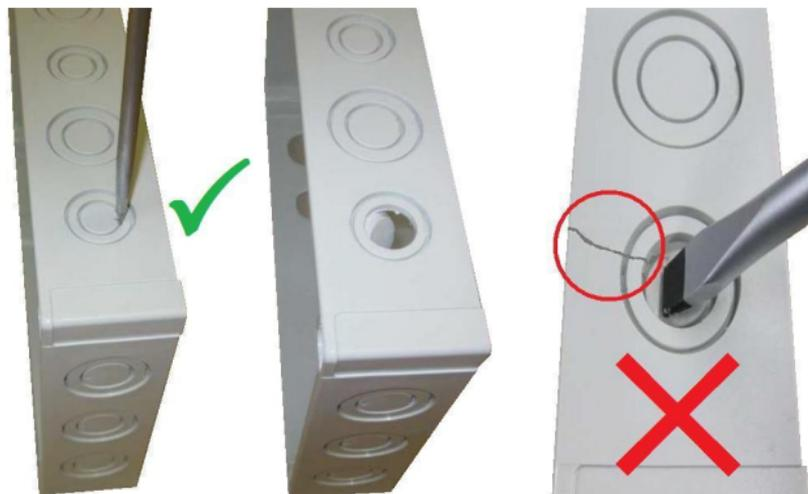

Fig.5:
Comprende il contattore per lo sgancio in caso di blocco, l'interruttore On/Off con spia di funzionamento integrata (fig. 1, pos. 1), i morsetti per inserimento/disinserimento esterno libero da potenziale e i morsetti per i collegamenti di potenza (fig. 5).